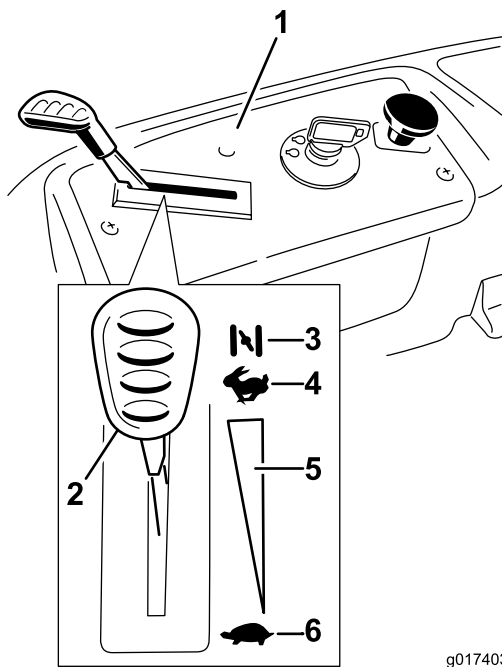

Figure 13
3. Placez la commande d'accélérateur en position Starter pour démarrer à froid (Figure 13).
5. Lorsque le moteur a démarré, amenez progressivement la commande d'accélérateur en position de Haut régime (Figure 13).